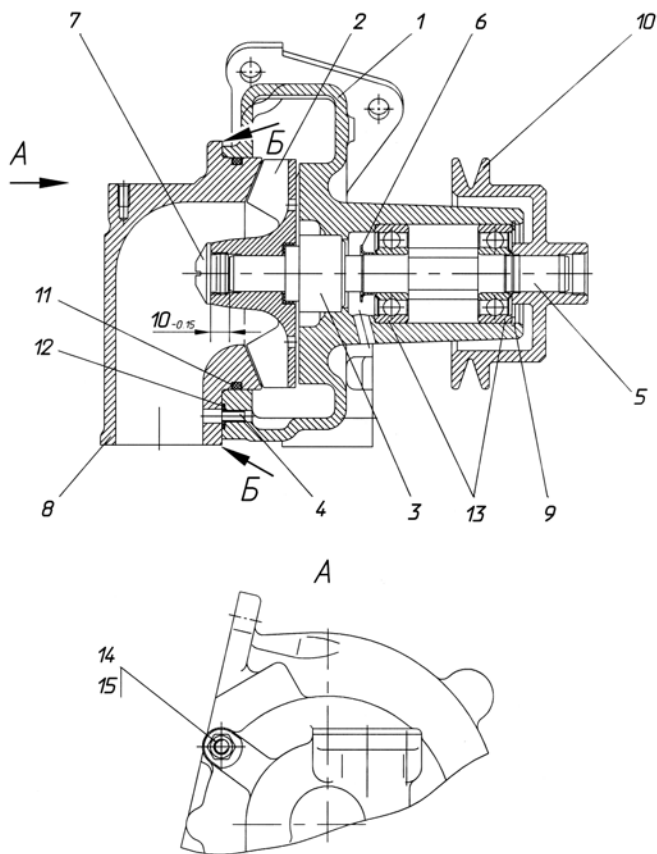

Рис. 103. Водяной насос:
- 5 Отвернуть гайки 14 (рис. 103) патрубка 8.
- 2 Напрессовать на вал 5 (рис. 103) подшипники 13 и водосбрасыватель 6. При этом необходимо:
- 9 Напрессовать крыльчатку 2 в сборе с манжетой и уплотнительной втулкой на вал 5 (рис. 103). При этом необходимо:
- установить крыльчатку ив валу в размер  $10_{-0,15}$  мм (рис. 103) между торцом вала и торцом ступицы крыльчатки. Для этого необходимо при запрессовке установить на торец вала диск диаметром не более 13 мм и высотой  $10_{-0,15}$  мм.